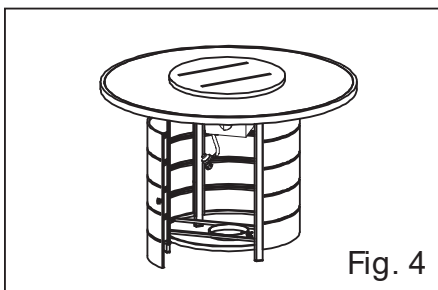

Fig. 4
1) Ouvrez la porte afin d'accéder au régulateur. Consultez la fig. 4